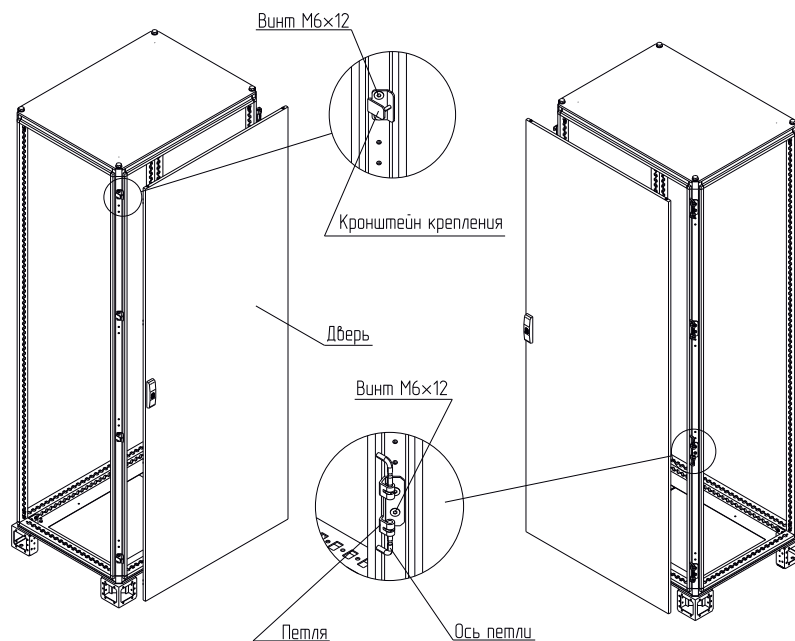

Рисунок 2
4.1.2 Закрепить петли на каркасе на левой или правой стойке. На рисунке для примера изображено правое крепление петель (рисунок 2). Для крепления использовать винты самонарезающие М6×12. Момент затяжки – 7 Н·м.